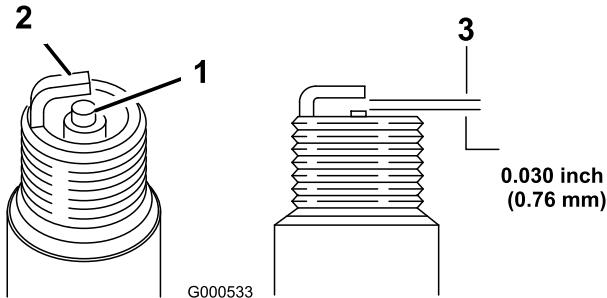

Figura 31
5. Defina a folga na vela para 0,76 mm (Figura 31).